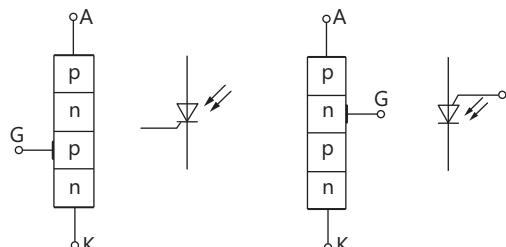

Bild 12.22
Fotothyristoren sind sehr ähnlich aufgebaut wie normale Thyristoren. Sie bestehen aus einem Vierzonenkristall nach Bild 12.22 und den Anschlüssen Anode (A), Kathode (K) und Steuerelektrode (G).